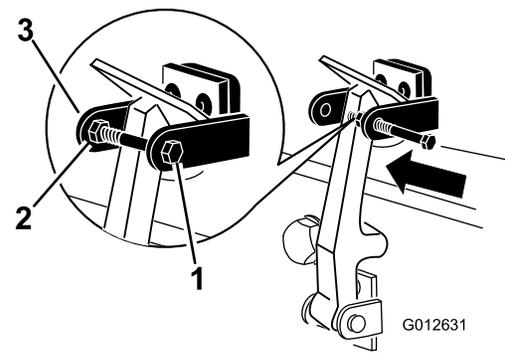

Figura 8
8. Instale el perno en el otro brazo del seguro de cierre del capó para bloquear la posición del cierre (Figura 8). Apriete el perno, pero no apriete la tuerca.